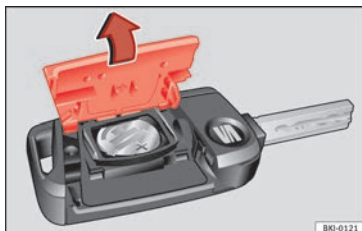

Fig. 138 Llave del vehículo: apertura de la tapa del compartimento para la pila.
- Retire la tapa en la parte trasera de la llave del vehículo » **fig. 138** en la dirección de la flecha » ❶.
- Coloque la tapa tal como se muestra » **fig. 138** y presiónela en la carcasa de la llave del vehículo en sentido contrario a la flecha hasta que encaste.